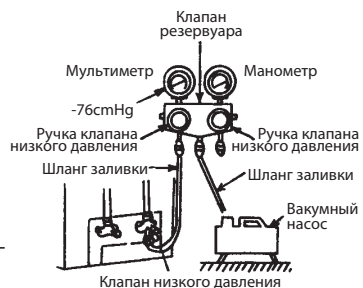

Рис. 10
7. Затяните крышку клапана низкого давления. (См. Рис. 10)